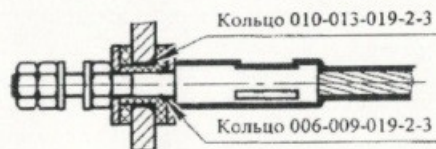

Рис. 4
2.2.1 Герметизация перемычек (при их наличии) с использованием резиновых колец показана на рис. 4.